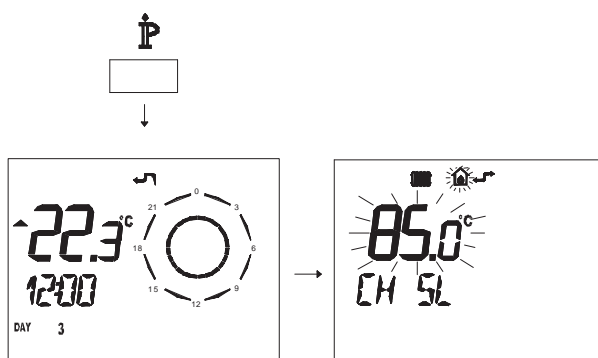

Рисунок 5.39
- Нажмите и удерживайте 3 секунды кнопку **IP**, чтобы войти в режим **INFO** (Рисунок 5.39).